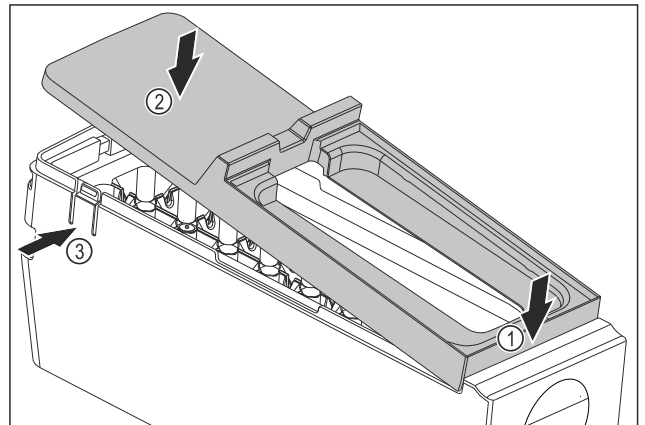

Fig. 77
- ▶ Montáž krytu korpusu EasyTwist-Ice: Kryt nasadíte vpredu. Fig. 77 (1)
- ▶ Kryt spustíte dozadu. Fig. 77 (2)
- ▷ Kryt počutelné zapadne od oboch strmeňov Fig. 77 (3).